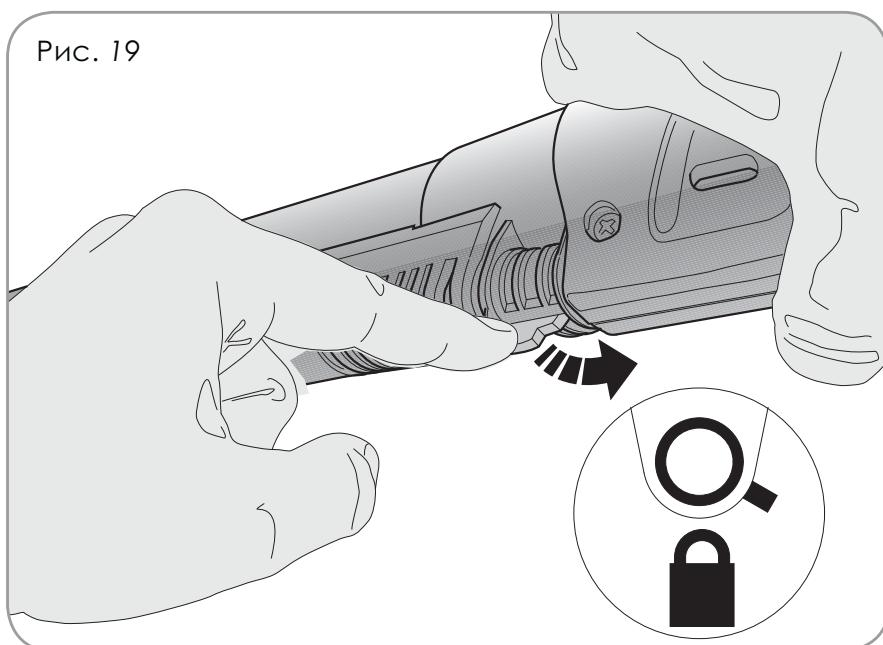

Рис. 19
Проверьте правильность соединения элементов, после чего поверните и защелкните рычажок крепления (1), фиксируя соединение (Рис. 19).